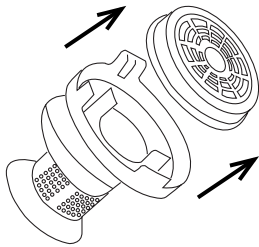

Fig 10
- En la parte inferior de la zapata hay que presionar el botón para desanclar el cepillo. (Fig.10).